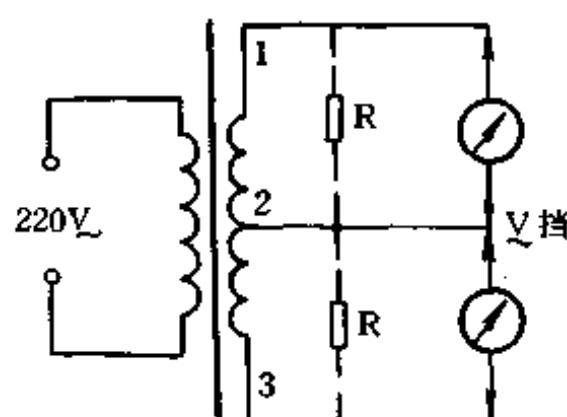

图 164
1. 空载是否平衡。如图164将变压器接入220V，万用表V挡，具体挡级视次级电压高低而定。先测中心头2与3间电压 U_{23} ，再将表移至1、2端测得电压 U_{21} ，若 $U_{21} = U_{23}$ ，则次级绕组1~2与2~3空载平衡。否则不平衡，差别越大，越不平衡。